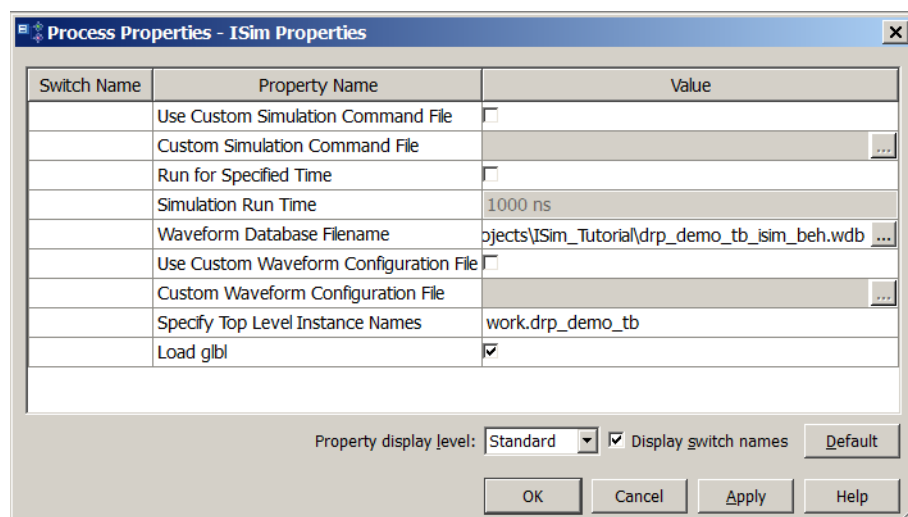

図 2-8 : [Process Properties - ISim Properties] ダイアログ ボックス
4. [ISim Simulator] の下位の [Simulate Behavioral Model] を右クリックして [Process Properties] をクリックし、[Process Properties - ISim Properties] ダイアログ ボックスを表示します (図 2-8)。このダイアログ ボックスでは、次のようなさまざまなシミュレーションプロパティを設定できます。